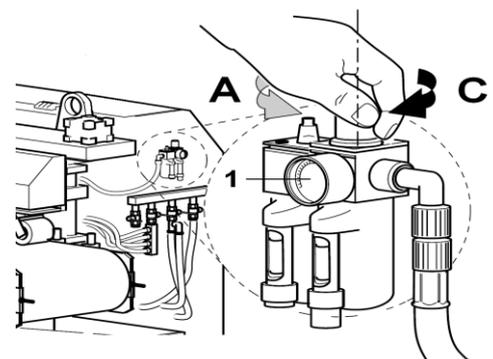

Fig. 29
- Enlever pression au circuit de l'air (Fig. 29/A)
- Donner pression au circuit de l'air (Fig. 29/C)